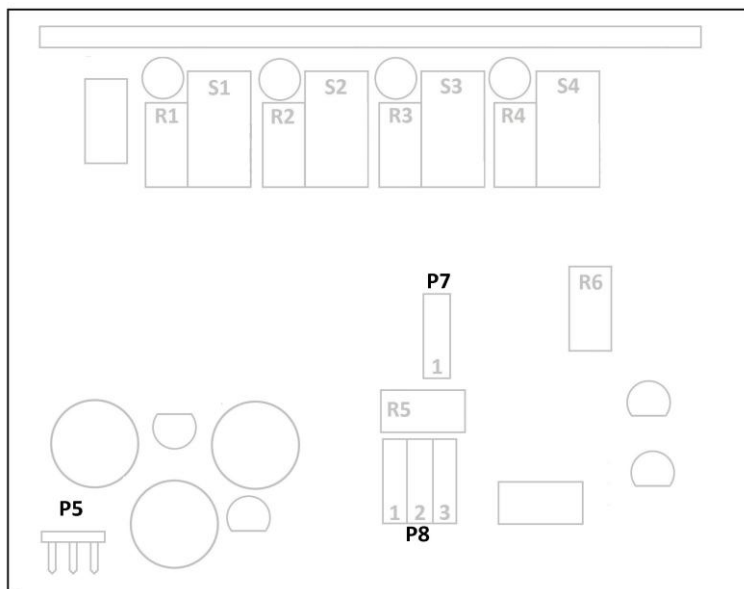

Рис. 1 Расположение регулировочных элементов, плата преобразователя
1.1. Преобразователь предназначен для установки в электрические исполнительные механизмы с целью преобразования положения выходного органа механизма в пропорциональный электрический сигнал и сигнализации или блокирования в крайних или промежуточных положениях выходного органа, а также управления положением выходного органа механизма от входного управляющего сигнала. Для визуального определения положения выходного органа механизмов фланцевого исполнения конструкция ППТ-3-1М изготовлена с цифровым указателем положения в %, который подключается к разъему P5 рисунок 1.